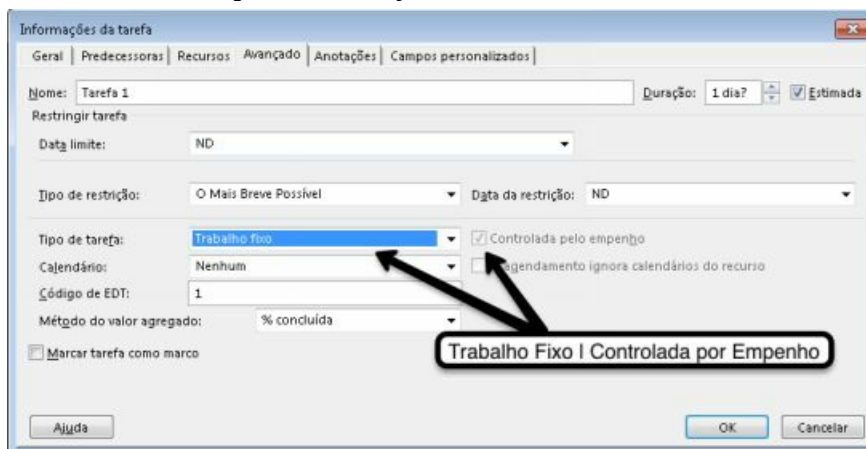

Figura 7.11 – Opção de tarefa controlada pelo empenho .
**Trabalho Fixo:** as tarefas de trabalho fixo indicam que o esforço necessário para as executar é fixo. Imagine uma tarefa com trabalho de 40 h, por exemplo. A partir dessa informação, a duração dependerá da quantidade de unidades atribuídas e vice-versa. Se atribuímos 100% de um recurso cujo calendário de trabalho é de 8 h diárias, a duração será de cinco dias (Trabalho = Duração \* Unidades). O tipo de tarefa Trabalho Fixo é utilizado em conjunto com a opção **Controlada pelo Empenho**, significando que a tarefa é “controlada por recursos”. Quando uma tarefa é controlada pelo empenho, o MS-Project mantém o trabalho total na tarefa em seu valor fixo, independentemente de quantos recursos são atribuídos à tarefa. Se atribuímos novos recursos, o trabalho restante é distribuído para eles. Como vemos na Figura 7.11, ao escolher o tipo de tarefa Trabalho Fixo, a opção Controlada pelo Empenho é selecionada automaticamente pelo MS-Project.